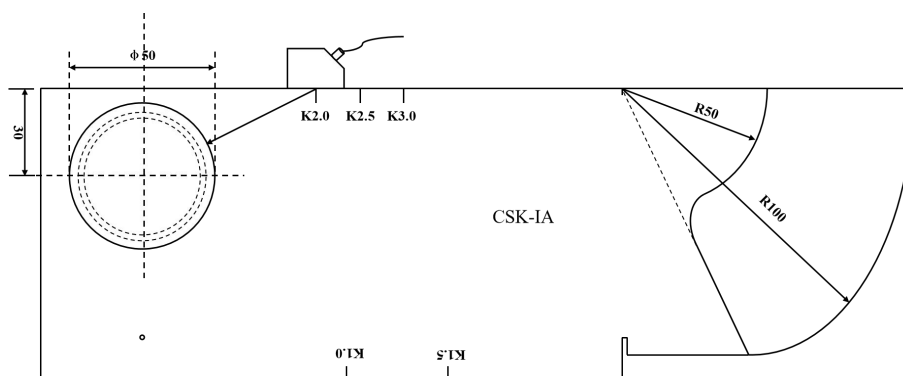

图 4.3 斜探头 K 值校准时探头放置区域
①在完成斜探头校准的第⑦步后（详见第 4.1.2.1 节），不退出自动调校功能，功能状态栏直接点击【探头 K 值】，仪器弹出 K 值校准参数设置窗口；
②用户根据 CSK-IA 试块参数，输入孔径值（50mm）、孔深值（30mm），点击【取消】，则退出 K 值校准；点击【开始校准】，则进入 K 值自动校准状态；
③将斜探头移动至 CSK-IA 试块的上表面的 K 值校准区域，如图 4.3 所示；
④微调斜探头，直到找到  $\phi 50$  孔径的最高回波位置并保持不动，此时功能状态栏中的 K 值会根据探头位置实时更新；
⑤点击【K 值校准完成】，仪器自动保存 K 值数据，退出该功能；用户可进入参数设置界面查看 K 值。